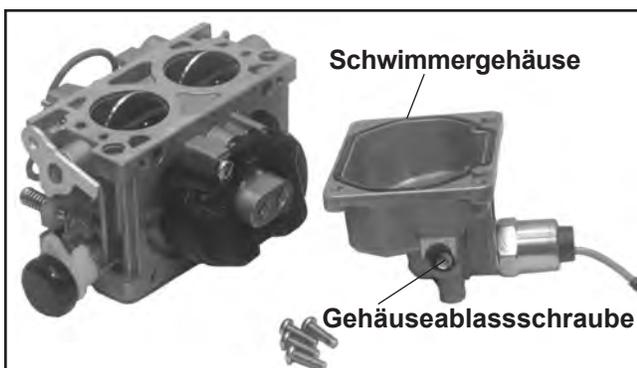

Abbildung 5-22. Schwimmergehäuse ohne Kraftstoff.
- Bevor der Vergaser ausgebaut wird, sind Schmutz und Fremdkörper vom Außenbereich des Vergasers zu entfernen. Die vier Schrauben entfernen und das Schwimmergehäuse vom Vergaser abnehmen. Den verbleibenden Kraftstoff in einen zugelassenen Behälter gießen. Die alten O-Ringe entfernen und entsorgen. Darüber hinaus kann der Kraftstoff abgelassen werden, bevor das Gehäuse entfernt wird, indem die Gehäuseablassschraube gelöst/entfernt wird. Siehe Abbildung 5-22.